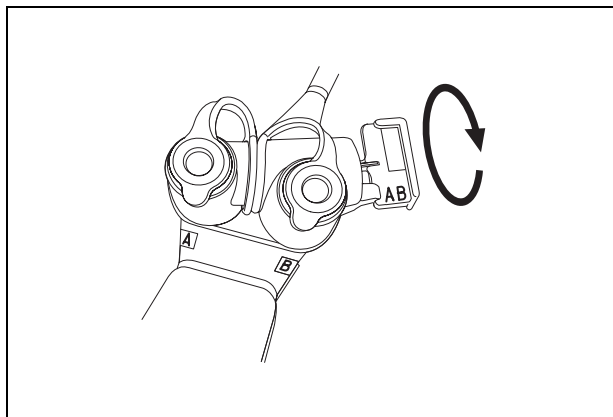

Рисунок 3.17.
7. Поверните рычаг переключения аспирации на клапане для биопсии так, чтобы метка “АВ” находилась вверху. Повторите действия с 2– 6 чтобы обеспечить аспирацию по обоим инструментальным каналам (п. Рисунок 3.17.).